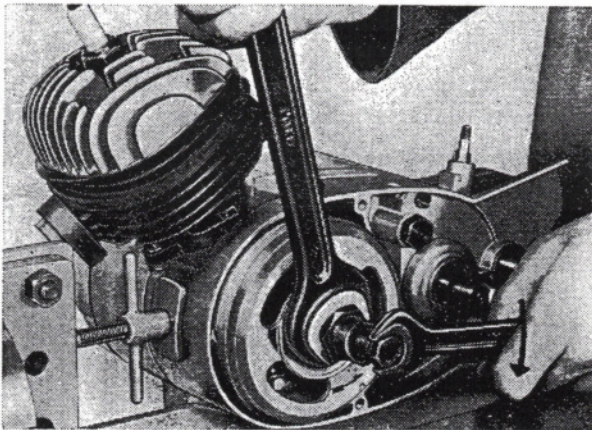

Abb. 22 Schwungscheibe abziehen
3. Abzieher, Teile-Nr. 0301-71700-00.3, einschrauben, mit 27 mm Gabelschlüssel am Abzieher gehalten, Abdrückschraube wie Abb. 22 zeigt, eindrehen und die Schwungscheibe mit Federring B 10 abnehmen.